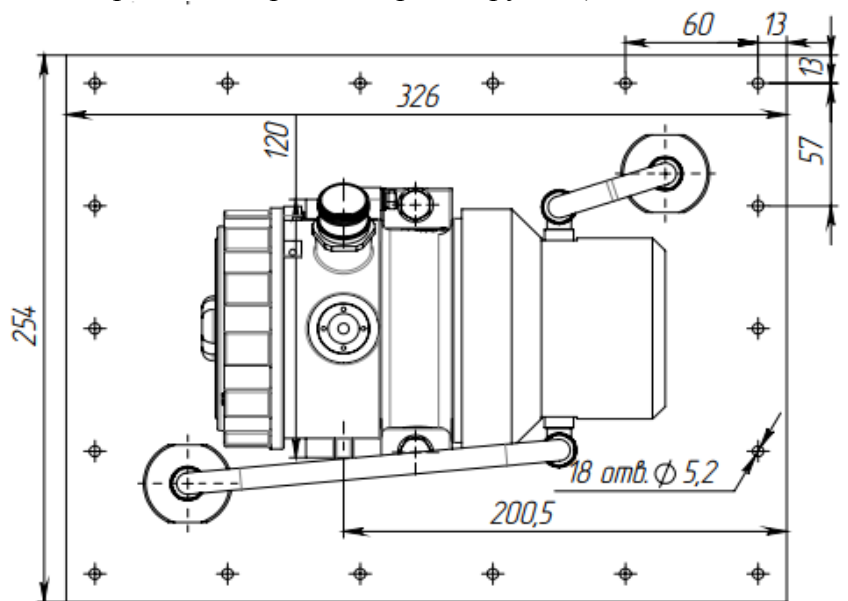

Рис.10 Габаритные размеры (в миллиметрах)
- Для крепления монтажной плиты необходимо просверлить восемнадцать отверстий и два отверстия для пробоотборных трубок (см. Рис. 10).